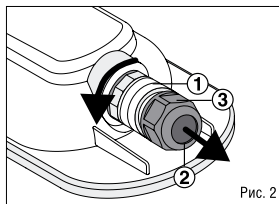

Рис. 2
- Для подключения светильника к сети необходимо открутить колпачок коннектора ① (Рис. 2), ввести сетевые провода в уплотняемое отверстие ② в гайке ③ и подключить